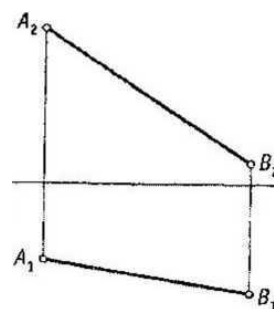

Рисунок 1.2.
3. Определить натуральную величину отрезка  $AB$  и угол наклона его к плоскости проекций, (рисунок 1.2)